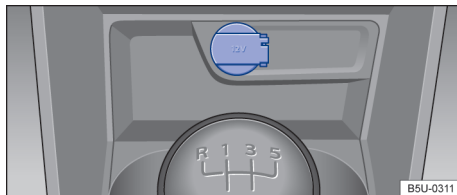

Fig. 135 No console central dianteiro: tomada 12 V. ▶
- No console central dianteiro → Fig. 135.